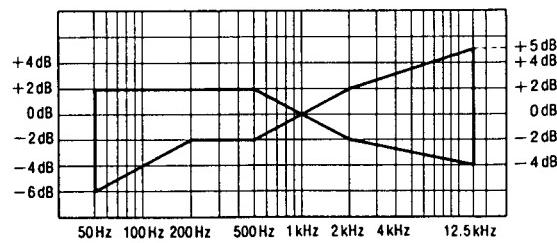

Fig. 5
4. Despues de eso, incrementar la señal grabada en la cinta virgen CrO2 (QZZCRX) y la cinta virgen metálica (QZZCRZ) hasta 14kHz y ajustar de la misma manera como mencionado arriba y comprobar que el nivel de frecuencia esté dentro de la gama mostrada en la Fig. 5.